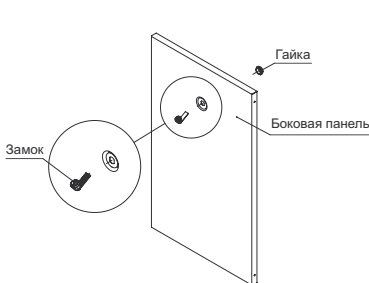

Рисунок 7 – Установка замка в боковую панель
4.3.6.1 Извлеките из третьего места боковые панели. Вставьте в отверстие панели замок, предварительно скрутив с него гайку. Проверьте правильность установки замка. При правильной установке язычок замка в положении «закрыто» параллелен длинной стороне панели. Закрепите замок на двери гайкой (рисунок 7).